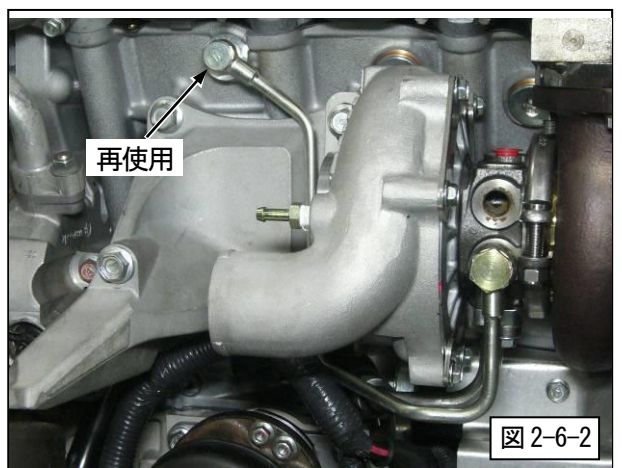

図 2-6-2
(1) LH側 INパイプを取付けてください。(図 2-6-2)